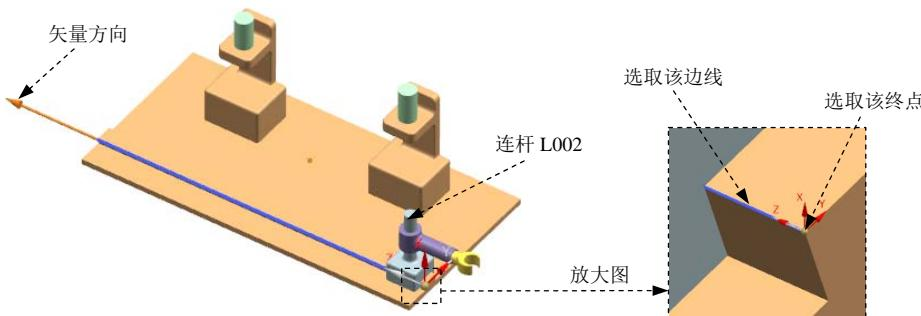

图 10.3.8 定义滑动副（一）
(1) 选择下拉菜单 **插入(S)** → **运动副(D)** 命令，系统弹出“运动副”对话框。
(2) 定义运动副类型。在“运动副”对话框 **定义** 选项卡的 **类型** 下拉列表中选择 **滑动副** 选项。
(3) 选择连杆。选取图 10.3.8 所示的连杆 L002。
(4) 定义原点及矢量。在“运动副”对话框的 **指定原点** 下拉列表中选取“终点” 选项，在模型中选取图 10.3.8 所示的终点为定位原点参照；选取图 10.3.8 所示的边作为矢量参考，方向如图 10.3.8 所示。
(5) 定义驱动。在“运动副”对话框中单击 **驱动** 选项卡，在 **平移** 下拉列表中选择 **函数** 选项；在 **函数数据类型** 下拉列表中选择 **位移** 选项；单击 **函数** 后的 按钮，选取 **f(x) 函数管理器** 选项，在弹出的“XY 函数管理器”对话框中单击 按钮，在弹出的“XY 函数编辑器” **公式=** 区域下的文本框中输入函数关系式“**STEP(x,0,0,4,113)+STEP(x,20,0,24,299)+STEP(x,40,0,44,113)+STEP(x,54,0,60,-525)**”，其余参数接受系统默认设置，单击两次 **确定** 按钮，完成驱动的定义。
(6) 单击 **确定** 按钮，完成第一个运动副的添加。